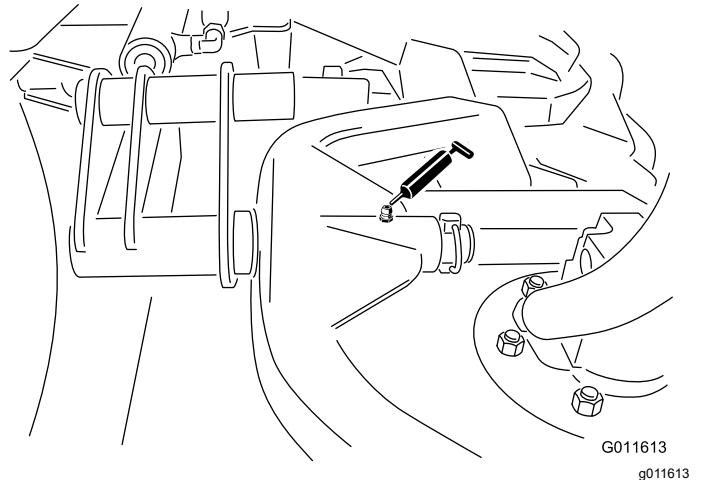

Figure 43
- Pivot de bâti porteur d'unité de coupe (x 1) – Figure 43